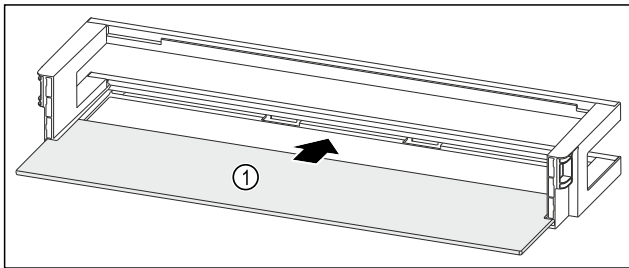

Fig. 87 Balconnet de contre-porte avec tablette de rangement
- ▶ Insérer la tablette de rangement Fig. 87 (1) dans les évidements latéraux.